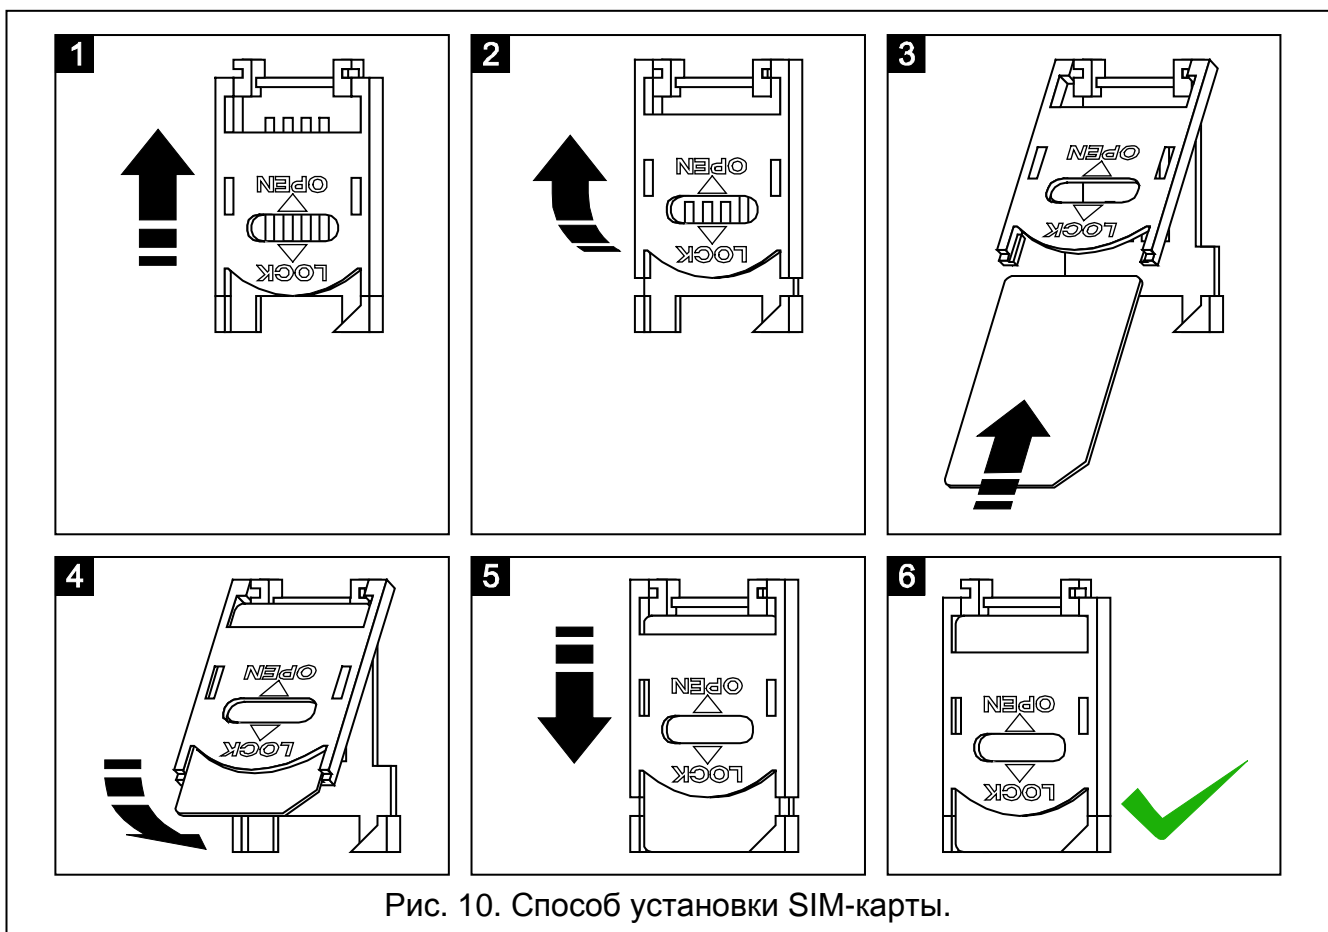

Рис. 10. Способ установки SIM-карты.
2. Вставить SIM-карту в держатель на плате электроники (см. рис. 10). Регистрация телефона в сети GSM может занять несколько минут.